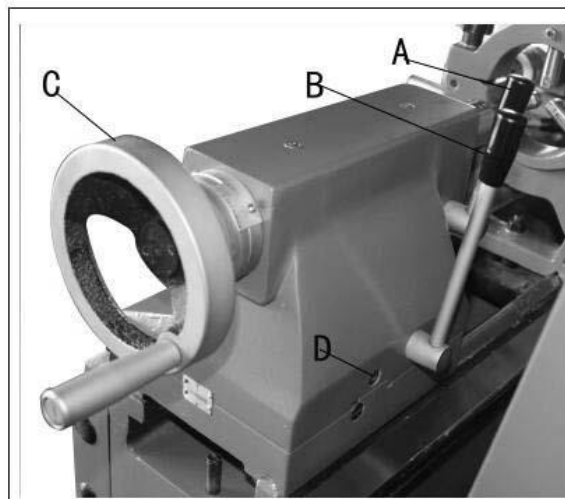

Рисунок 16
**Рукоятка зажима пиноли задней бабки (А, рис.16)** - расположена на задней бабке. Поднимите ее, чтобы зафиксировать шпиндель. Нажмите вниз, чтобы разблокировать.
**Регулировка смещения задней бабки (D, рис.16)**. Два болта с шестигранной головкой, расположенные на основании задней бабки, используются для смещения задней бабки для нарезки конусов. Ослабление одного винта при затягивании другого дает смещение задней бабки.